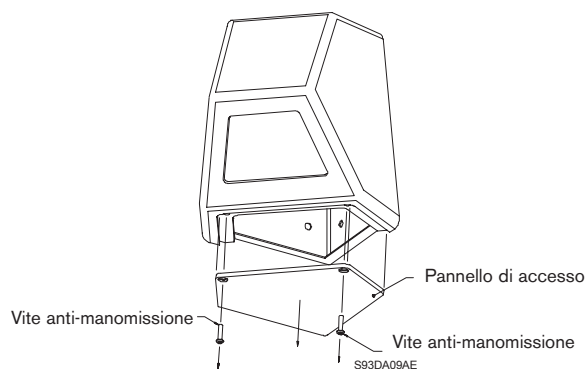

Figura 1: Rimozione del pannello di accesso
2. **Tutti i modelli (tranne LTC 9303/01):** per svitare le due viti anti-manomissione anteriori, utilizzare l'apposito attrezzo fornito in dotazione. Rimuovere il pannello di accesso. Vedere Figura 1.